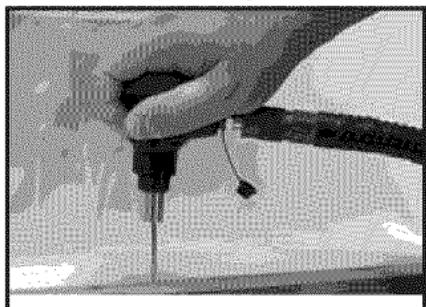

Figura 2-Clavando los clavos
3. Coloque el Puente nasal hacia abajo sobre la parte superior del clavo. Quite del clavo los puntos de los dedos de la otra mano (Ver la figura 2).